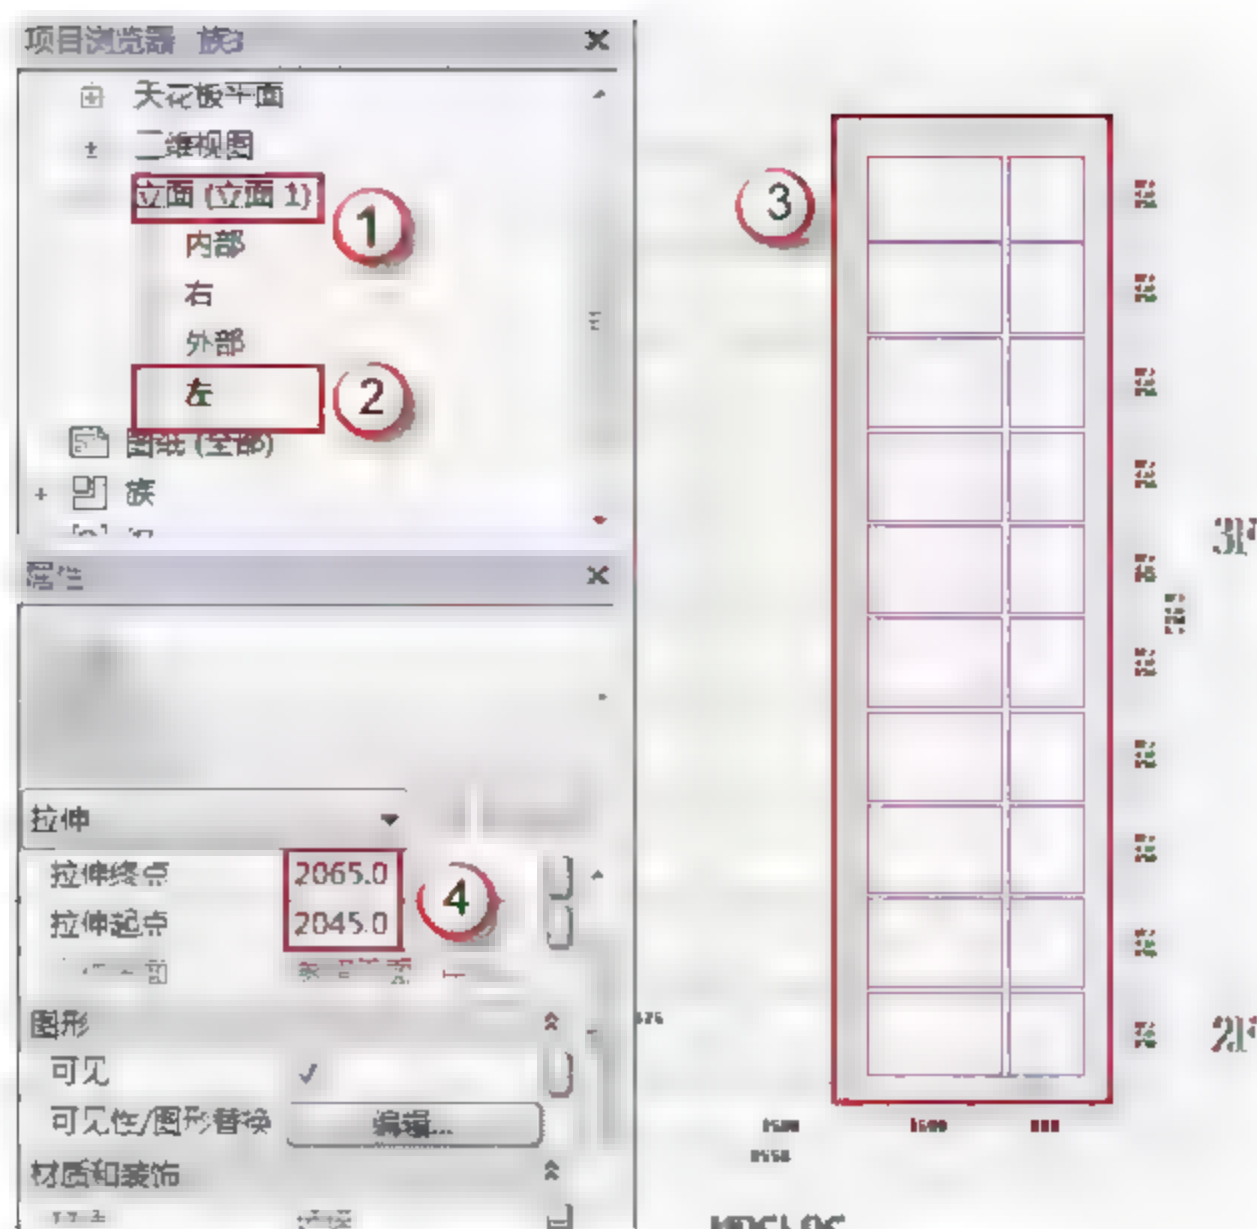

图 7.2.19 MQ6596 转角幕墙窗户玻璃的位置及厚度
(17) 绘制 MQ6596 幕墙窗户玻璃。选择“项目浏览器”中的“立面（立面 1）”→“左”选项，可以进入 MQ6596 的左立面视图，选择“创建”→“拉伸”命令，进入“修改 | 编辑拉伸”界面，用菜单中的绘制工具绘制 MQ6596 幕墙窗户玻璃，如图 7.2.19 所示。在“属性”面板中，在“拉伸终点”中输入“2065”字样，在“拉伸起点”中输入“2045”字样，完成后，单击√按钮完成绘制。